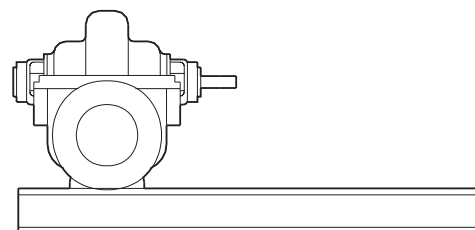

Рис. 5 Насос со свободным концом вала, т. е. без электродвигателя с рамой-основанием.
2. Насос со свободным концом вала, т. е. без электродвигателя с рамой-основанием (см. рис. 5).